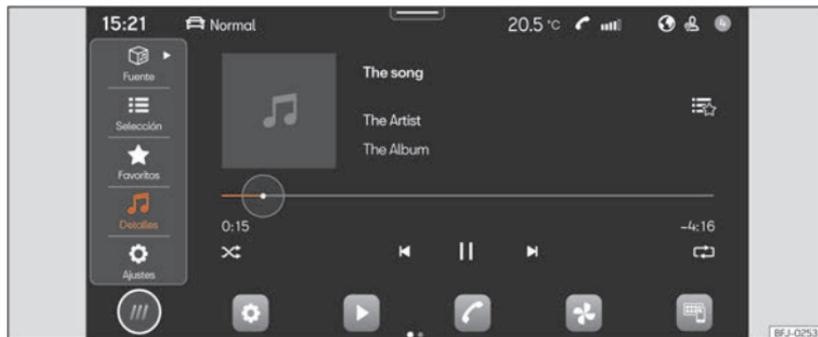

Fig. 139 Representación esquemática: Vista Multimedia.
- Pulse **HOME** > ► ►► **fig. 139**.